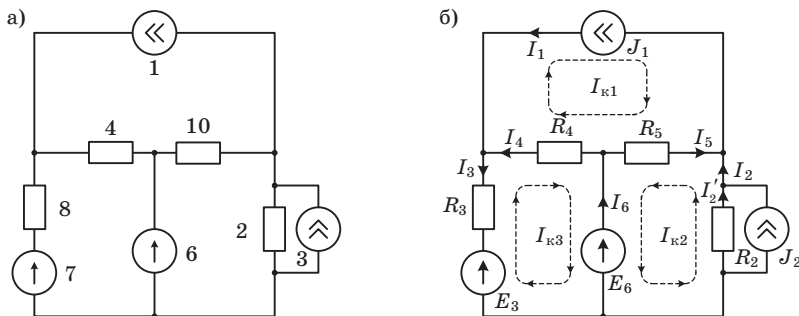

Рис. 1.7
**Пример 1.3.** Записать уравнения методом контурных токов и рассчитать токи в ветвях цепи, схема которой представлена на рис. 1.7, а.
**Решение.** Пронумеруем элементы в ветвях схемы (рис. 1.7, б), укажем предполагаемое направление токов в ветвях, выберем три независимых контура, зададим произвольно направления контурных токов ( $I_{к1}..I_{к3}$ ) в них.
Запишем уравнения по МКТ для выбранных контуров (рис. 1.7, б). Вначале определим собственные и взаимные сопротивления этих контуров:
Легко убедиться, что в соответствии с ЗТК, алгебраическая сумма вычисленных токов для любого узла схемы на рис. 1.7, б равна нулю, что свидетельствует о правильности расчета.